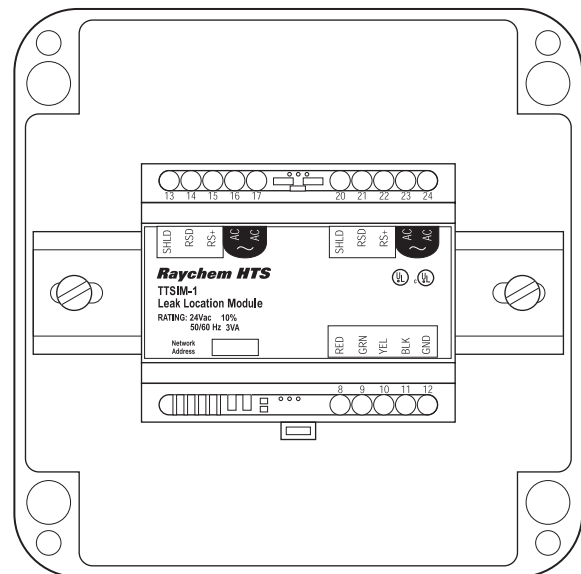

図 2. NEMA4x 筐体
- ・通常の屋外や厳しい環境での施工は JBS に 3 つの穴が必要です。1 つは電源と通信用の入線、1 つは電源と通信用の出線、1 つはセンサのリーダーケーブル用です。図 2 を参照してください。